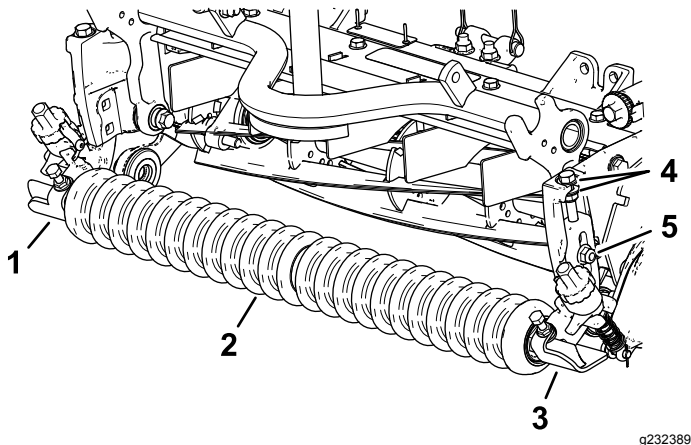

Figure 9
1. Fixez légèrement les supports de hauteur de coupe gauche et droit ainsi que le rouleau avant sur les plaques latérales de l'unité de coupe à l'aide des boulons de carrosserie et des contre-écrous retirés précédemment (Figure 9).